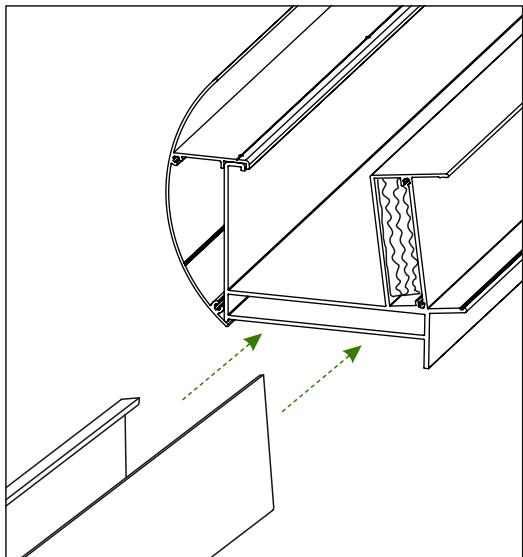

Abb. 4
4. Schieben Sie nun das Rinnenverbindungsstück links in das noch nicht befestigte Rinnenprofil Siehe Abb. 4. und platzieren Sie es bündig an das angebrachte Rinnenprofil und den Pfosten. Schieben Sie es hierfür in die dafür vorgesehene Öffnung im Mittelsparren und fixieren Sie den Mittelsparren mit einer Schraube. Siehe Abb. 5.